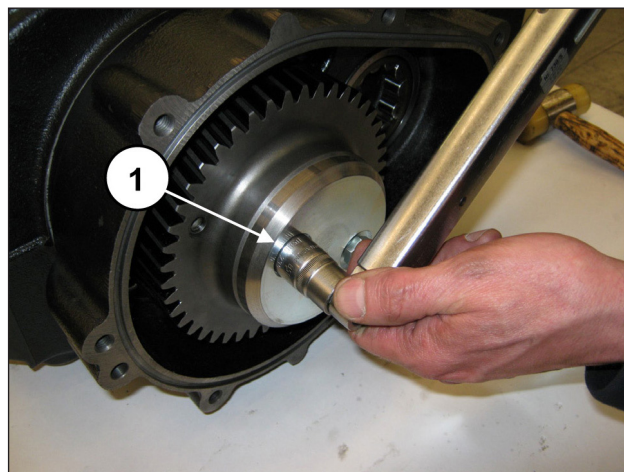

Abb. 77
Eichen Sie die Schrauben mit einem Drehmomentschlüssel gemäß Angaben in Kapitel 3 (Pos. ①, Abb. 77).